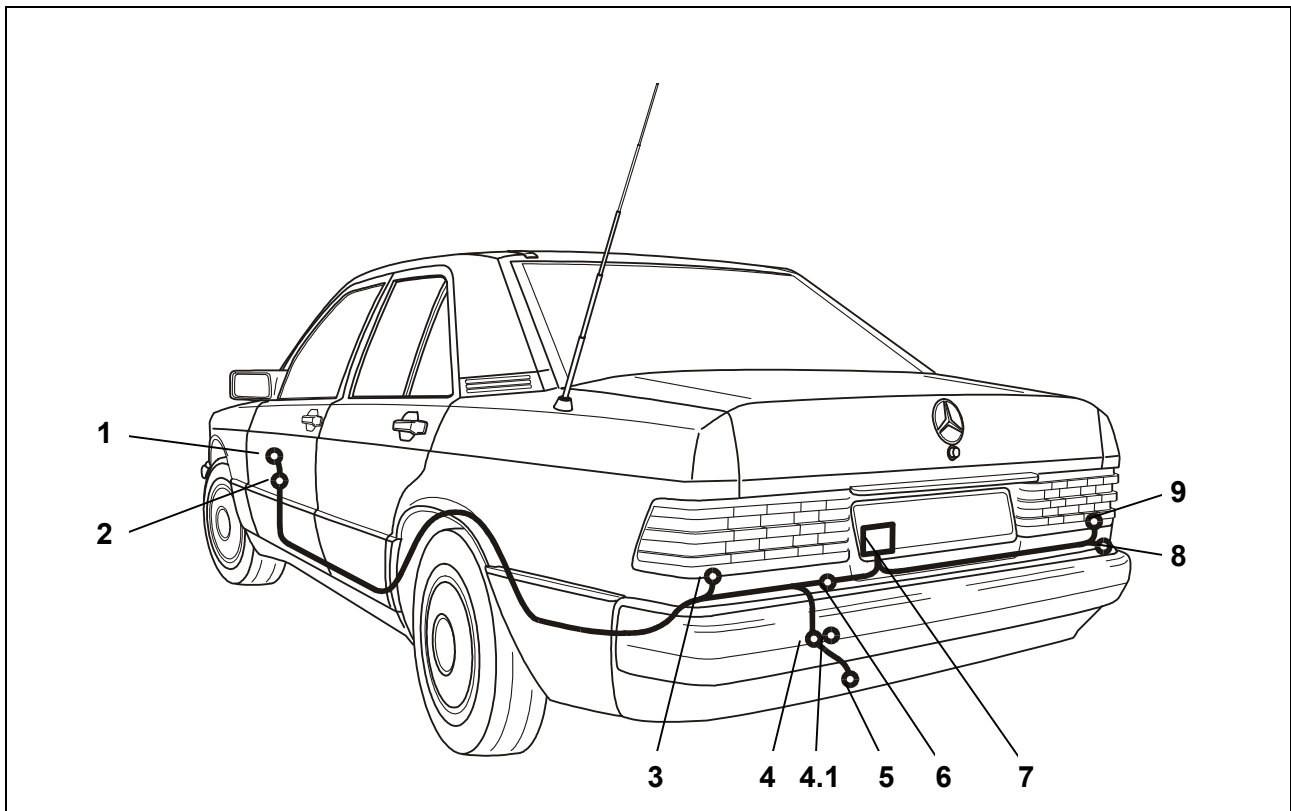

Fig. 1: schema di montaggio
4. In un punto adeguato del vano della ruota di scorta realizzare un foro da 19 mm per il passaggio dei cavi (fig. 1/4).
5. Infilare il terminale del fascio di cavi attraverso il foro di passaggio (fig. 1/4), partendo dal bagagliaio, verso l'esterno fino alla lamiera portapresa (fig. 1/5).
6. Infilare la bussola di gomma nel foro di passaggio cavi (fig. 1/4).
7. In un punto adeguato (fig. 1/4.1) del vano della ruota di scorta realizzare un ulteriore foro da 8 mm per il passaggio del fascio di cavi a 13 poli.
8. Infilare il terminale del fascio di cavi attraverso il foro di passaggio (fig. 1/4.1), partendo dal bagagliaio, verso l'esterno fino alla lamiera portapresa (fig. 1/5).
9. Infilare la bussola di gomma nel foro di passaggio cavi (fig. 1/4.1).
10. Inserire la guarnizione della presa e collegare il fascio di cavi come da *schema occupazione presa* (fig. 1/5) ed avvicinare la guarnizione di gomma alla presa.
11. Fissare la presa al supporto (fig. 1/5) mediante le viti ed i dadi forniti.